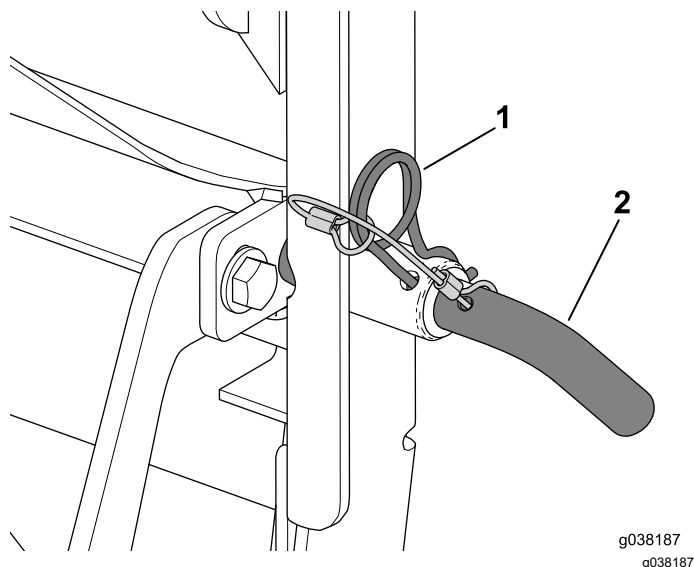

Figure 16
2. Insérez la goupille de verrouillage dans le cadre du système de ramassage et le renfort transversal (Figure 16).
3. Bloquez la goupille de verrouillage avec la goupille fendue (Figure 16).